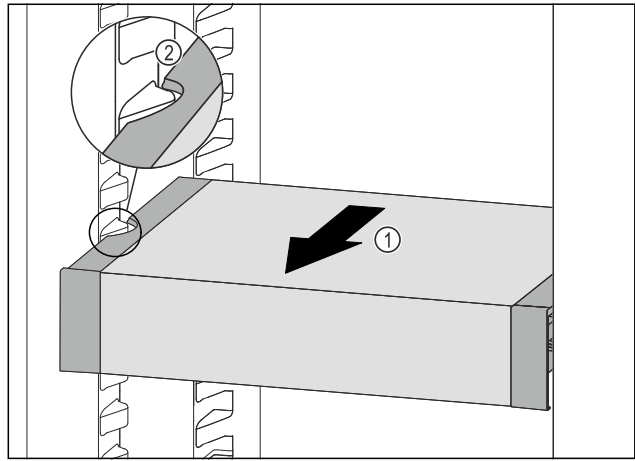

Fig. 63
- ▶ Тяните VarioSafe вперед Fig. 63 (1), пока боковые выемки VarioSafe не окажутся на высоте выступа резервуара в холодильном отделении. Fig. 63 (2)